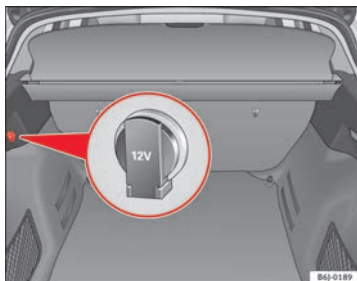

Abb. 88 Ausschnitt aus der Seitenverkleidung des Gepäckraums: 12-Volt-Steckdose
- Die Abdeckkappe der Steckdose anheben ⇒ Abb. 88.